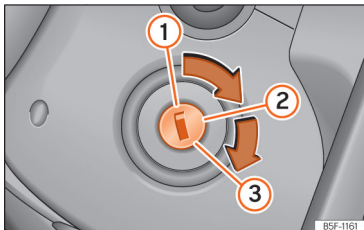

Abb. 233 Positionen des Zündschlüssels
Positionen des Schlüssels »» Abb. 233
- Drehen Sie den Zündschlüssel in Stellung **»» Abb. 233 ②**. Dieselfahrzeuge werden vorgeglüht .
- Drehen Sie den Zündschlüssel weiter in die Stellung **»» Abb. 233 ③** ohne Gas zu geben.
- Wenn der Motor anspringt, Zündschlüssel loslassen. Beim Loslassen geht der Fahrzeugschlüssel in die Position **②** zurück.
- *Fahrzeuge mit Zündschloss:* Drehen Sie den Zündschlüssel in Stellung  **Abb. 233** .